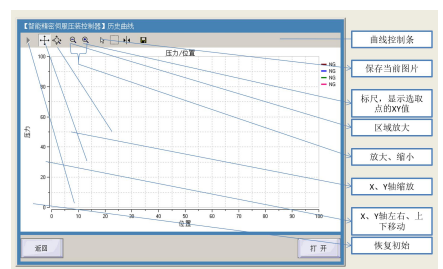

图3 曲线界面
3. 在曲线界面可以查看当前工件位置同压力之间的关系，如上图3所示